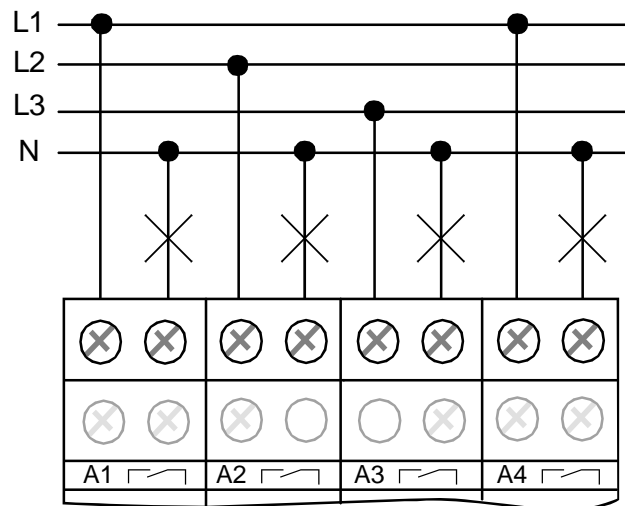

Bild 4: Elektrischer Anschluss für Lasten im Schaltbetrieb
- Lasten gemäß dem folgenden Anschlussbeispiel (siehe Bild 4) anschließen